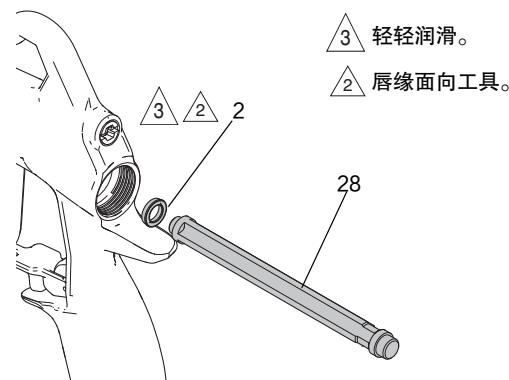

图 47: 安装 U 形杯
5. 将新的 U 形杯 (2) 放在密封件安装工具 (28) 上、使 U 形杯 唇面向工具。参见图 47。
6. 用力将 U 形杯 (2) 推入喷枪后部、直到 U 形杯 (2) 卡入到位。
7. 安装喷枪扳机 (9)。参见**安装扳机**、第 30 页。